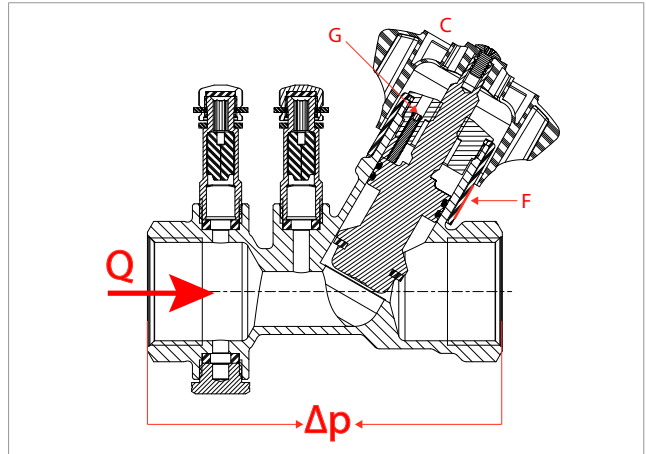

Fig. 2
Le valvole R206B sono dotate di un meccanismo di memoria meccanica dell'apertura (preregolazione). Questo meccanismo opera limitando la corsa della manopola (rif.C - fig.2) tramite una vite di bloccaggio (rif.G - fig.2).
- Effettuare la regolazione della valvola R206B tramite la manopola (rif.C - fig.2), sulla scala di regolazione (rif.F - fig.1);
- Avvitare in senso orario fino a battuta la vite di bloccaggio della prerregolazione (rif.G - fig.2) utilizzando una chiave a brugola da 1,5 mm per le versioni da 1/2", 3/4", 1", 1 1/4" o da 2 mm per le versioni da 1 1/2", 2".